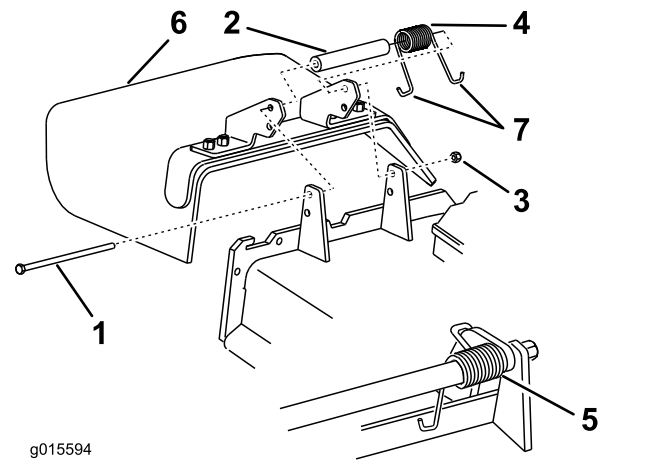

Figure 89
1. Retirez le contre-écrou, le boulon, le ressort et l'entretoise qui fixent le déflecteur aux supports de pivot (Figure 89).
2. Déposez le déflecteur d'herbe s'il est endommagé ou usé (Figure 89).
Remarque: Prenez soin de placer une extrémité en J du ressort derrière le bord du plateau avant de mettre le boulon en place, comme montré à la Figure 89.
6. Accrochez 1 extrémité en J du ressort au déflecteur d'herbe (Figure 89).